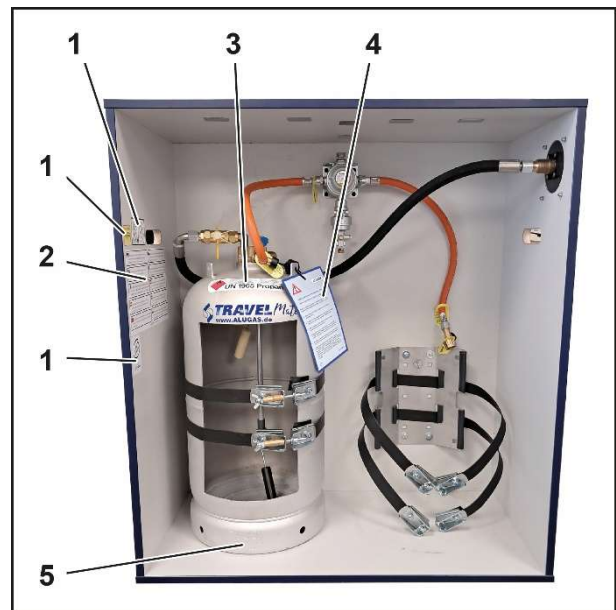

Abb. 5
1. Warnaufkleber im Gaskasten (Abb. 5/1)
2. Mehrsprachenaufkleber (Abb. 5/2)
3. Warnhinweis Vorsicht brennbar (Abb. 5/3) auf der Druckbehälterschulter
4. Warnhinweis Kupplung (Abb. 5/4)
5. Kennzeichnung am Fußring (Abb. 5/5).